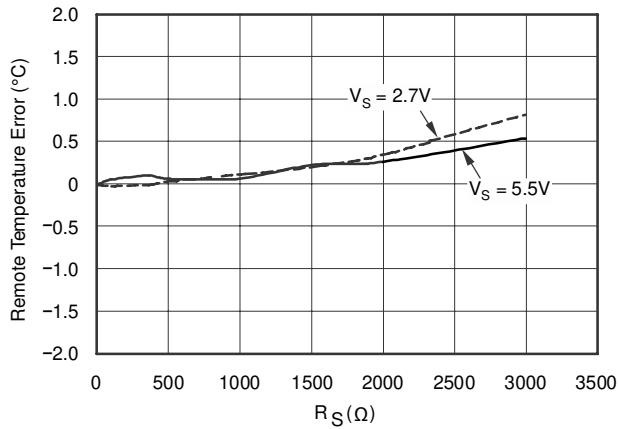
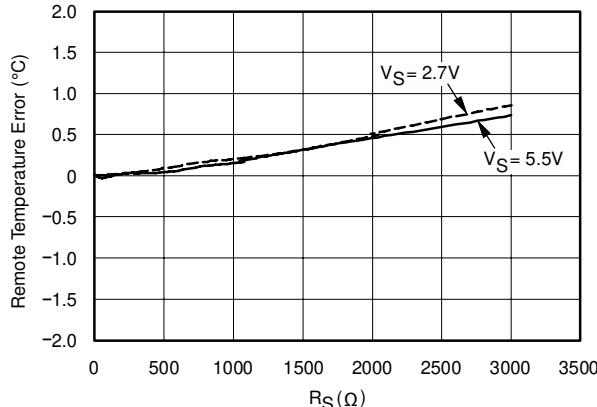

图 7-4. 远程温度误差与串联电阻间的关系 (二极管连接晶体管, 2N3906 PNP)
图 7-5. 远程温度误差与串联电阻间的关系 (集电极与地线相连的晶体管, 2N3906 PNP)
- C. 在大多数应用中， C_{DIFF} (可选) 必须小于 1000pF 。 C_{DIFF} 的选择取决于具体应用；请参阅 滤波 和 图 7-5。
若要详细了解串联电阻和电源电压对检测到的远程温度误差的影响，请参阅图 7-4 和图 7-5。